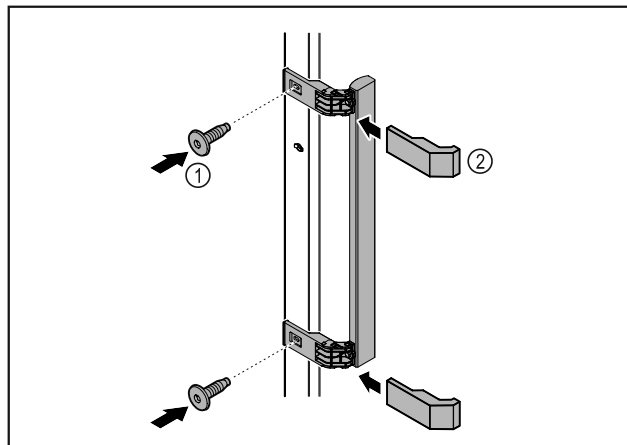

Fig. 3
- ▶ Madlo z příloženého příslušenství upevněte na dveře pomocí příložených šroubů Fig. 3 (1).
- ▶ Nasad'te kryt Fig. 3 (2).